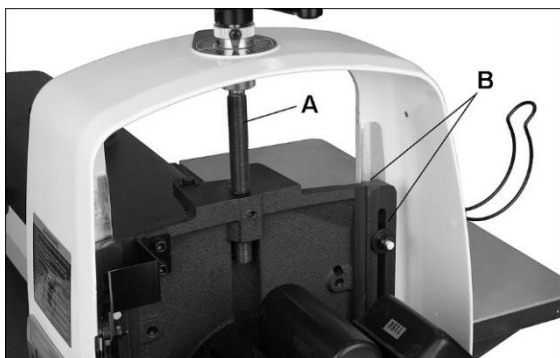

Abb. 10-1
- Die Höhenspindel (A, Abb. 10-1) gelegentlich schmieren.
- Die Gleitbereiche der Motorplatte (B, Abb. 10-1) sauber halten.